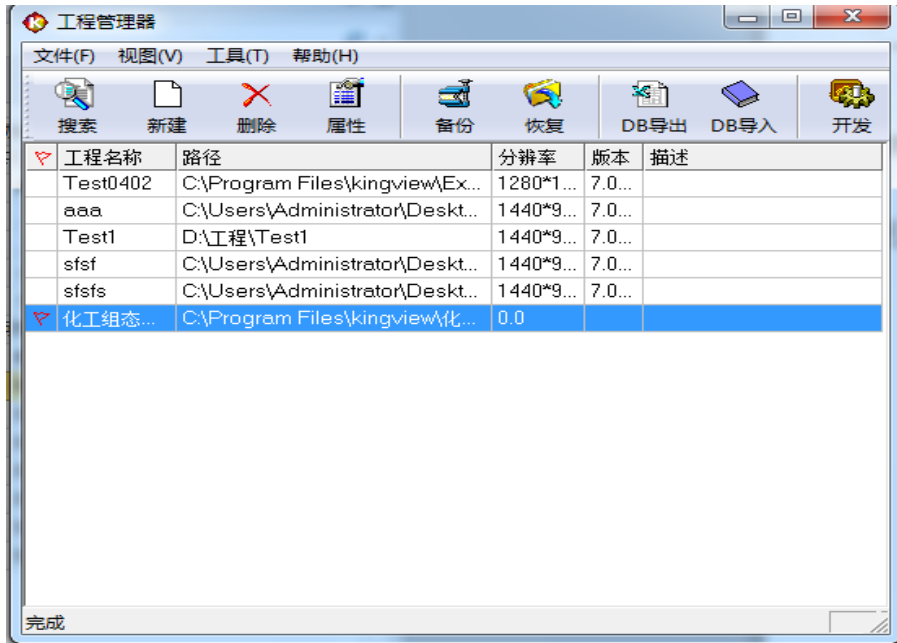

图 3.13 添加工程
- ✧ **确定：**单击“确定”将指定路径下的工程添到工程管理器显示区。如图 3.13 所示。